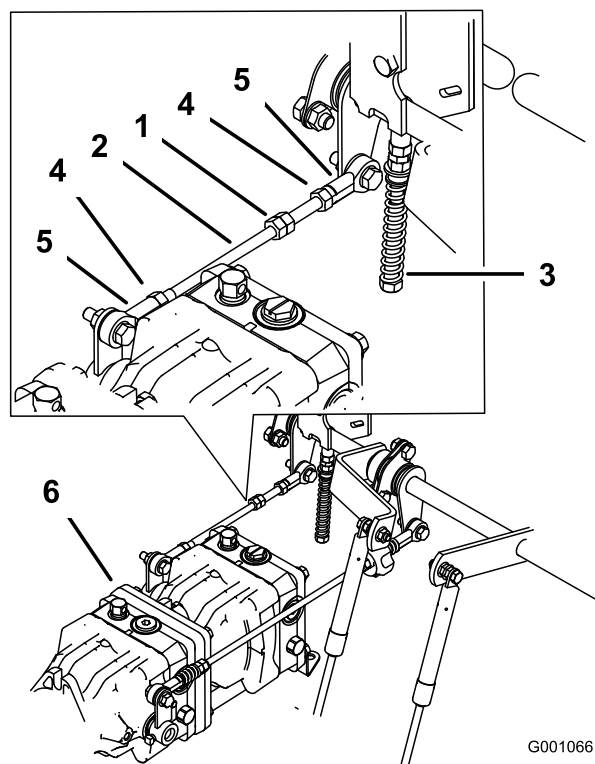

Figura 99
3. Regolate la lunghezza dell'asta della pompa facendo girare nella direzione opportuna i due dadi sull'asta, finché la ruota si ferma o si sposta leggermente indietro (Figura 99).
6. Serrate i dadi di bloccaggio dei giunti a sfera (Figura 99).
1. Allentate i dadi di bloccaggio ai giunti a sfera dell'asta di comando della pompa (Figura 99).